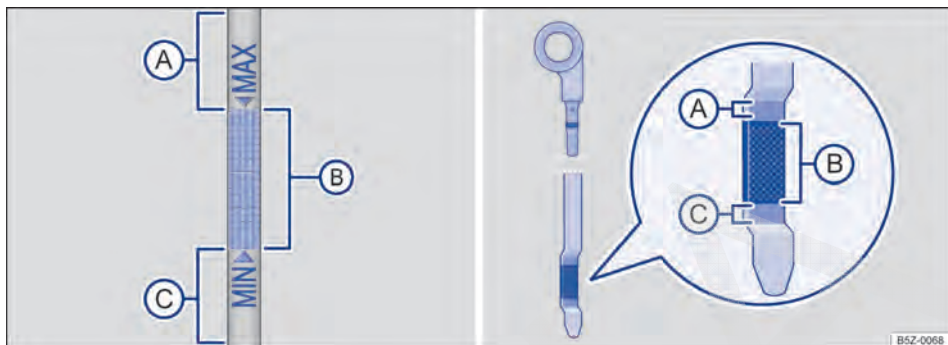

Fig. 127 Vareta de medição do óleo com marcas de nível do óleo do motor.
7. Retirar novamente a vareta de medição do óleo e ler o nível no óleo do motor na vareta de medição \Rightarrow Fig. 127 da seguinte maneira:
- No final do processo de abastecimento do óleo, o nível do óleo do motor deve estar, ao menos, no meio da área ⇒ Fig. 127 ⓑ, mas jamais acima da área ⓐ ⇒ ⓘ.
- Não ligar o motor se o nível do óleo do motor estiver acima da área ⇒ Fig. 127 ⓐ. Procurar auxílio técnico especializado. Caso contrário, o catalisador e o motor podem ser danificados!
O nível do óleo do motor não deve em nenhuma hipótese ultrapassar a área ⇒ Fig. 127 ⓐ. Com o nível acima dessa área, o óleo pode ser aspirado pela ventilação do cárter, sendo lançado na atmosfera pelo sistema de escape. Além disso, o óleo pode ser queimado dentro do catalisador, danificando-o.
Em caso de alta demanda do motor, o nível do óleo do motor deve estar o mais próximo possível da área \Rightarrow Fig. 127  – sem ultrapassar, como, por exemplo, em longas conduções em estrada durante o verão ou durante travessias de montanhas.